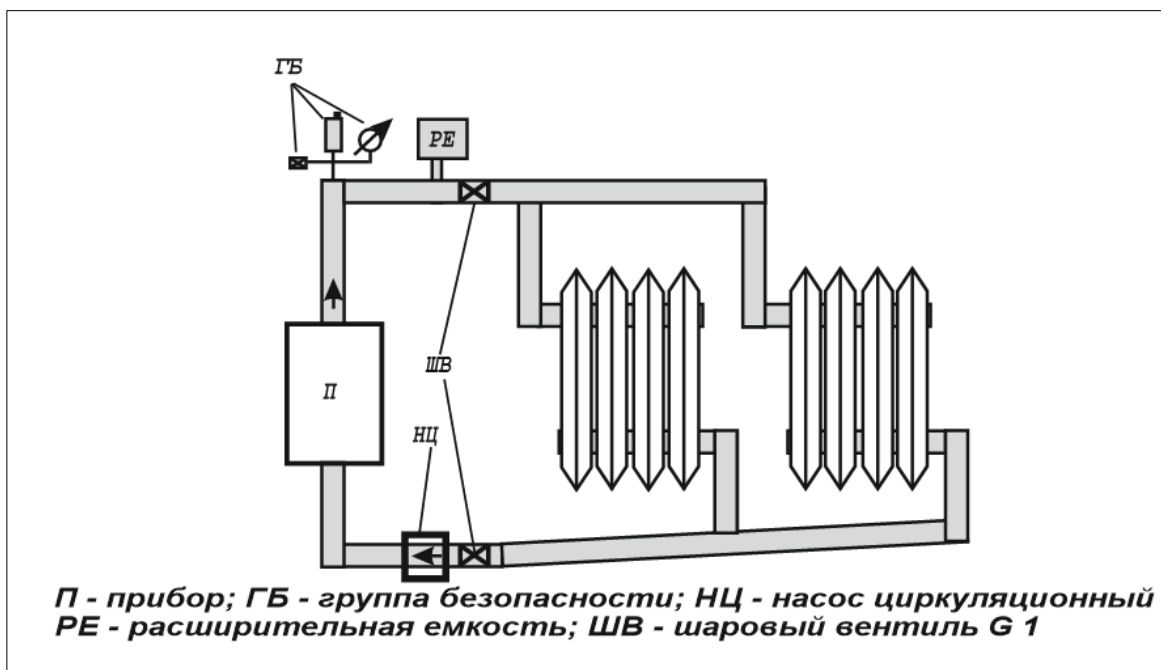

Рисунок 4. Типовая схема системы отопления
**6.6** Примерная схема системы отопления приведена на рис. 4. Трубы системы отопления должны быть расположены так, чтобы способствовать естественной циркуляции теплоносителя. В системе отопления необходимо
**Внимание!** При эксплуатации прибора запрещается полностью или частично перекрывать шаровые вентили на входе и выходе из котла (см. рис. 4).